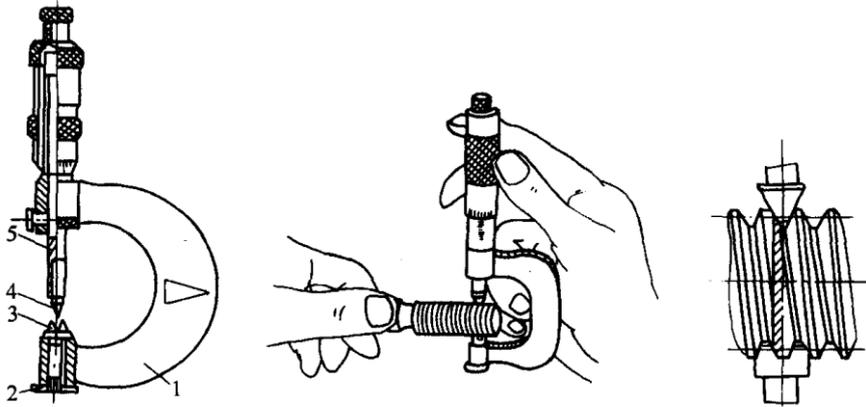

图 C-63 三角形螺纹中径的测量
3) 中径的测量用螺纹千分尺测量，螺纹千分尺的刻线原理和读数方法与千分尺相同。测量时把与螺纹牙型角相同的上下两个测量头正好卡在螺纹的牙侧上，进行测量所得到的读数就是螺纹中径的实际尺寸如图 C-63 所示。